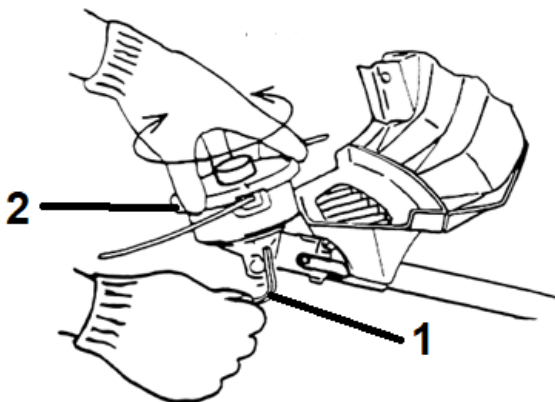

Рисунок 10. Схема встановлення різальної головки із жилкою.
5.1.4 Встановлення/заміна різальної головки із жилкою (рис. 10).